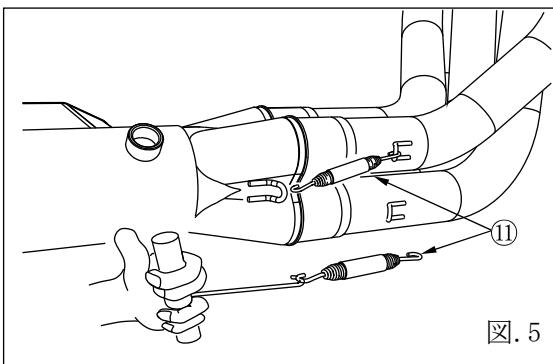

図.5
④ 図.5を参考にフロントパイプとテールパイプを付属のマフラー スプリング（部品表⑪）で接続します。